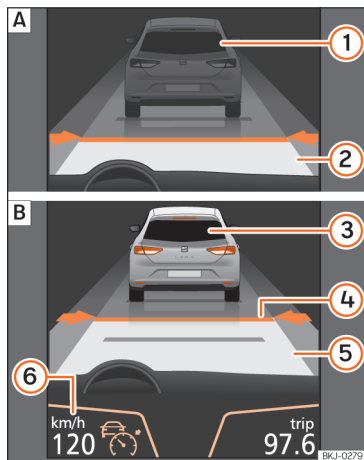
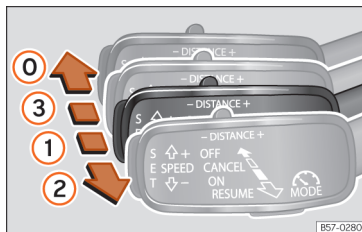
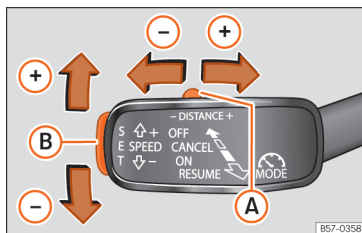

Abb. 233 Am Bildschirm des Kombi-Instruments: **A** ACC inaktiv (Standby). **B** ACC aktiv.
Abb. 235 Links an der Lenksäule: dritter Hebel für die Bedienung der ACC.
Abb. 236 Links an der Lenksäule: dritter Hebel für die Bedienung der ACC.
Bildschirmanzeigen » **Abb. 233:**
Wenn die ACC eingeschaltet ist, schaltet sich auf der Schalttafel die grüne Kontrollleuchte ein (🟢) und auf dem Bildschirm werden die programmierte Geschwindigkeit und der Zustand der ACC angezeigt » **Abb. 233**.
- Um die ACC zu aktivieren, bewegen Sie den Hebel in die Position **ON** » **Abb. 235 ①**. Zu »
- Drücken Sie anschließend die Taste **SET** » Abb. 236 (B) oder bewegen Sie den Hebel in die Position **RESUME** » Abb. 235 (2). In diesem Moment wird die ACC aktiviert und die aktuelle Geschwindigkeit und der Abstand werden programmiert. Die Anzeige am Kombi-Instrument wechselt in den Modus Aktiv » Abb. 233 (B).
- Zur Programmierung der Geschwindigkeit schieben Sie den dritten Hebel nach oben (+) oder nach unten (-) bis zur gewünschten Geschwindigkeit » Abb. 233 (6). Die Einstellung der Geschwindigkeit erfolgt in Schritten von 10 km/h [6 mph].
- Falls Sie die Geschwindigkeit in Schritten von 1 km/h [0,6 mph] erhöhen möchten, bewegen Sie den Hebel in die Position **RESUME** » Abb. 235 (2) bzw. drücken Sie zur Reduzierung die Taste **SET** » Abb. 236 (B).
- Um das Abstandsniveau zu erhöhen oder zu reduzieren, bewegen Sie die Taste (A) nach rechts oder links » Abb. 236.
Am Bildschirm des Kombi-Instruments wird das ausgewählte Abstandsniveau geändert » Abb. 233 (4). Sie können aus 5 verschiedenen Abstandsniveaus auswählen. SEAT empfiehlt das Niveau 3. Der programmierte Abstand kann während der Fahrt oder bei Fahrzeugstillstand geändert werden » (A).
- Um die ACC zu deaktivieren, bewegen Sie den Hebel in die Position **OFF** (fest) » Abb. 235 (0). In diesem Moment erscheint der Text **ACC deaktiviert** und die Funktion ist vollständig deaktiviert.